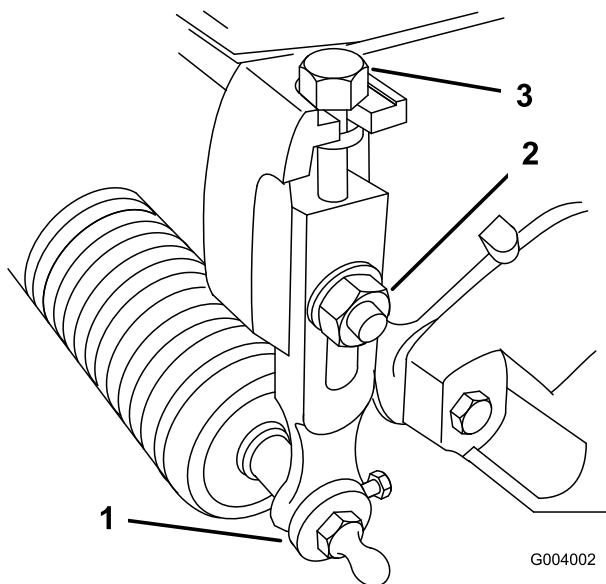

Figure 53
1. Desserrez les contre-écrous qui fixent les bras de hauteur de coupe aux plaques latérales du plateau de coupe (Figure 53).